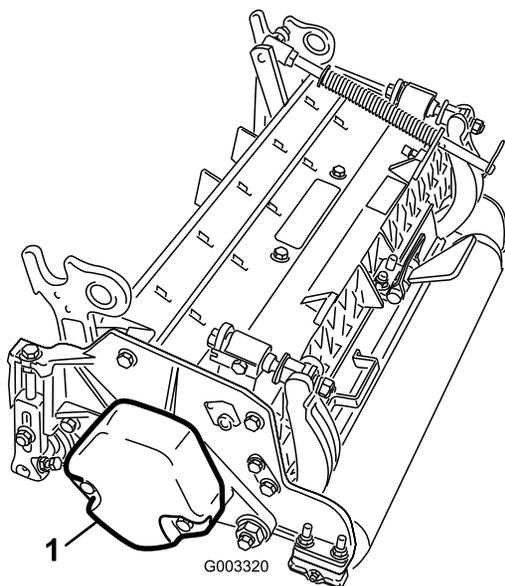

Рисунок 4
4. Убедитесь в том, что противовес (Рисунок 4) установлен в надлежащих концах каждого режущего блока, как описано в *Руководстве оператора* для режущих блоков.